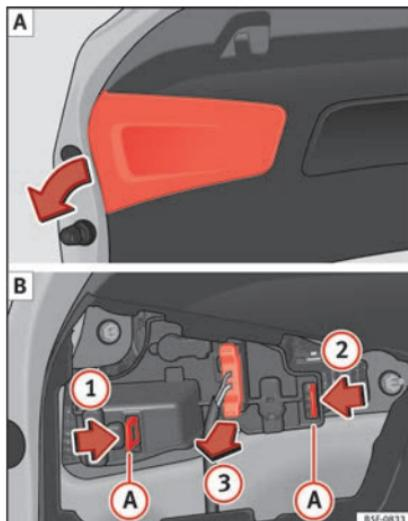

Fig. 113 Rimuovere la copertura del portellone e smontare il portalampe.
- Togliere la copertura del portellone nella direzione della freccia » **fig. 113 A**.
- Sbloccare le linguette di fissaggio **A** del portalampe seguendo la direzione delle frecce **1** e **2** » **fig. 113 B**.
- Estrarre il portalampe dal proprio alloggiamento nel senso indicato dalla freccia **3** » **fig. 113 B**.
- Rimontare il portalamпада controllando che le clip di fissaggio **A** » **fig. 113** **B** siano installate correttamente.